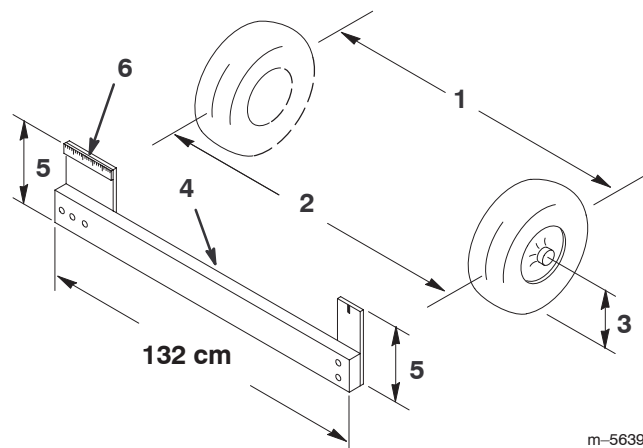

Figure 50
4. Mesurez la distance entre les roues avant à hauteur d'essieu, à l'avant et à l'arrière des roues (Fig. 50). Un gabarit ou un compas à verges est nécessaire pour mesurer l'arrière des roues avant à hauteur d'essieu. Utilisez le même gabarit ou outil pour mesurer précisément l'avant des roues avant à hauteur d'essieu (Fig. 50).